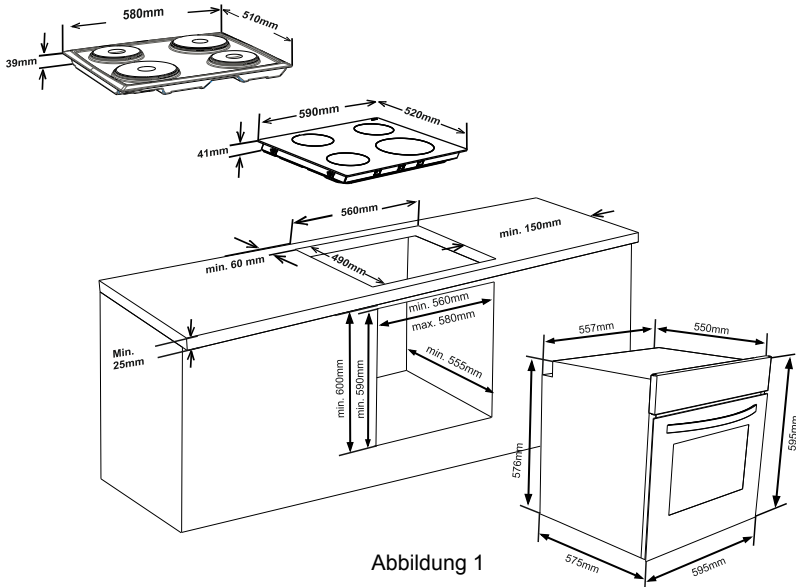

Abbildung 1
-Schaffen Sie eine passende Öffnung; die Abmessungen entnehmen Sie der Abbildung 1 auf der vorigen Seite. Der Abstand zwischen der Hinterkante des Kochfeldes und der angrenzenden Wand hängt von der Wandoberfläche ab. Achten Sie darauf, dass sich keine leicht entflammaren Materialien wie Vorhänge oder Papier in der Nähe des Kochfeldes befinden.